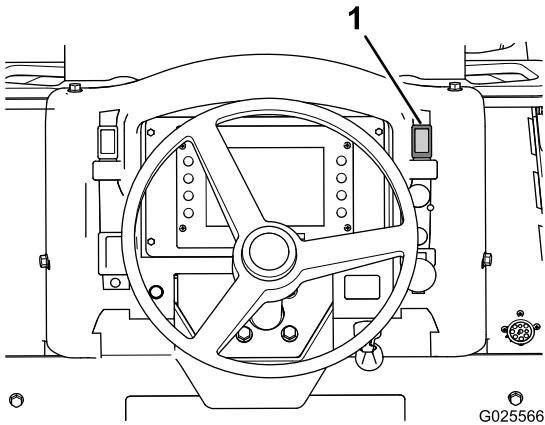

Figura 44
- Mueva el interruptor del freno de estacionamiento (Figura 44) hacia arriba para poner el freno de estacionamiento.